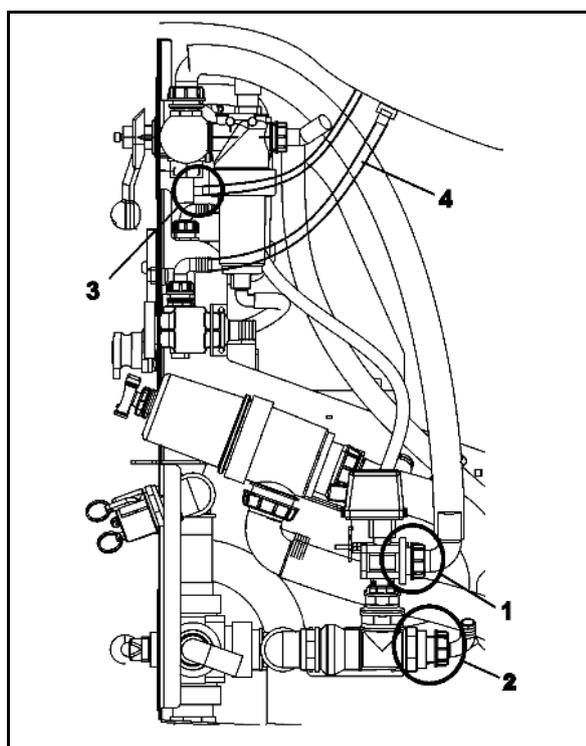
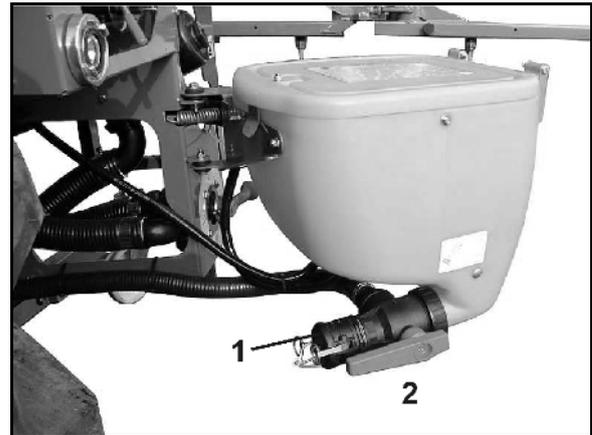

Fig. 127
Fig. 128
2. Demontieren und reinigen Sie den Saugfilter (Fig. 127/1). Hierzu siehe Seite 165.
- 5.1 Den Druckfilter (Fig. 127/2) über Hahn **C** entleeren.
- 5.2 Schrauben Sie den Rührwerks-Schlauch (Fig. 128/4) (vom Hahn **C** abgehend) vom Spritzflüssigkeitstank ab.
6. Schrauben Sie den Zulauf-Schlauch (Fig. 128/1) vom Regelventil ab. Der Zulauf-Schlauch (Fig. 128/1) verbindet den VARIO-Schaltung-Druckseite (Fig. 127/**B**) mit der Saugarmatur.
7. Schrauben Sie den Rücklauf-Schlauch (Fig. 128/2) der Teilbreiten-Armatur von der VARIO-Schaltung Saugseite (Fig. 127/**A**).
9. Entfernen Sie den Innenreinigungsschlauch (Fig. 128/3) von der VARIO-Schaltung-Druckseite (Fig. 127/**B**).
14. Wechseln Sie an der VARIO-Schaltung-Saugseite (Fig. 127/**A**) und VARIO-Schaltung-Druckseite (Fig. 127/**B**) mehrmals zwischen allen Schalt-Positionen.